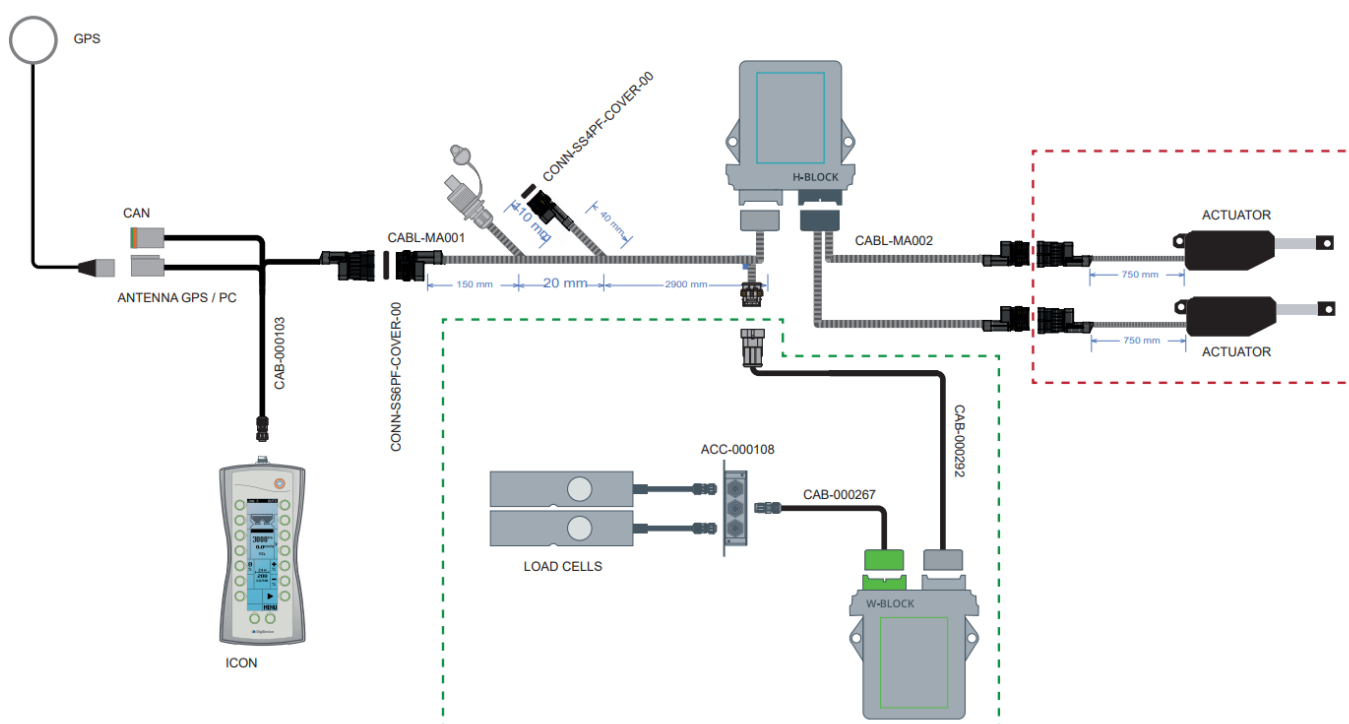

Figure 5.10 - Schéma de connexion de l'ordinateur de l'application de pesage
- Branchez les fiches dans les prises situées entre la console de l'ordinateur et le boîtier de commande H-BLOCK (figure 5.10) ;
- Brancher la fiche du GPS dans sa prise (figure 5.10) ;